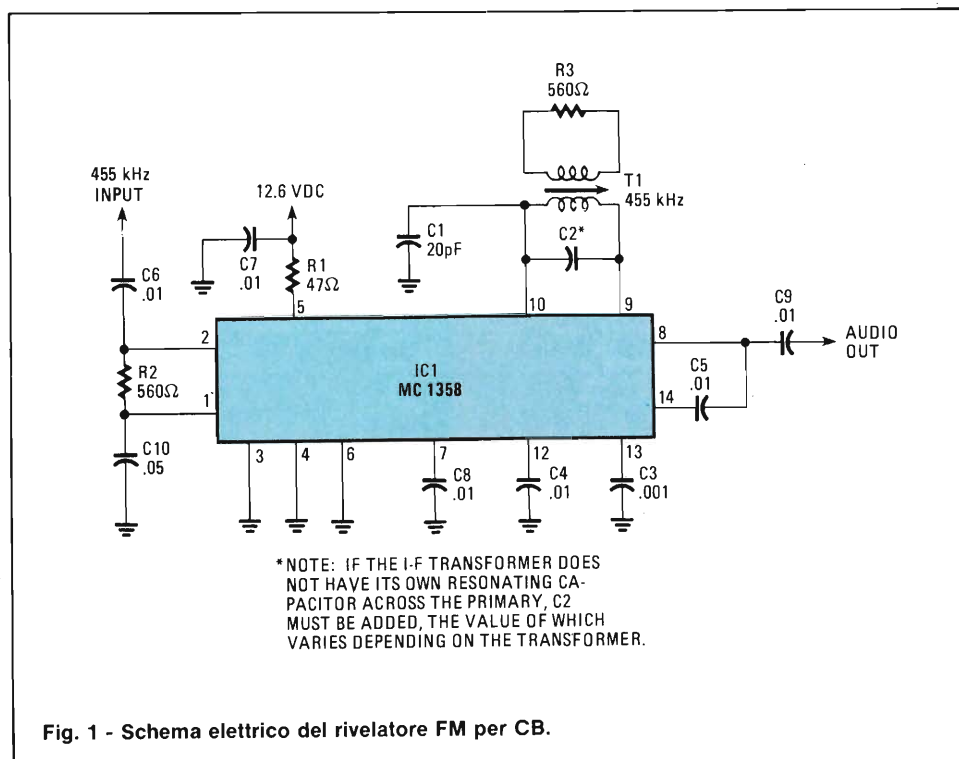

Fig. 1 - Schema elettrico del rivelatore FM per CB.
- piedinatura 2708 e tabella di funzionamento (fig. 1)